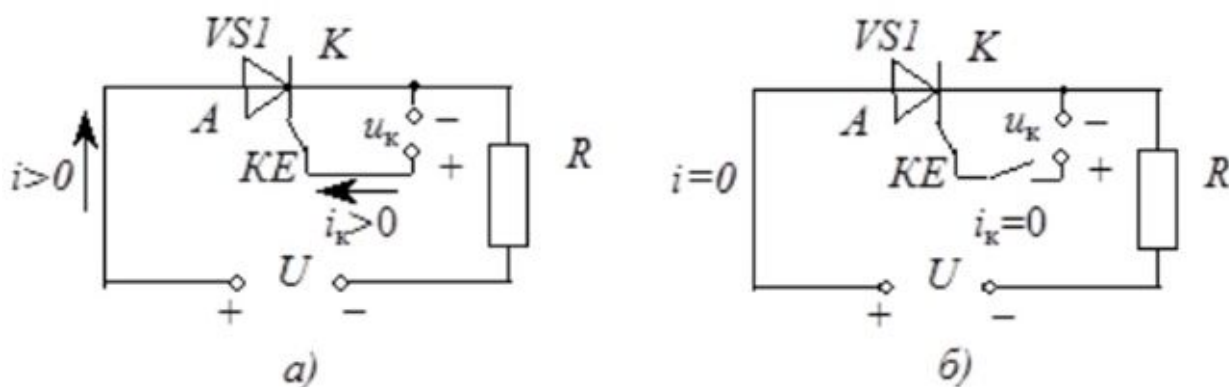

Рисунок 15.12 – Два стани тиристора (а – відкритий та б – закритий)
- 2) в колі між керуючим електродом та катодом протікав струм керування i_k , в напрямку як показано на рис. 15.12,а.
Для протікання струму керування використовують додаткове джерело напруги керування u_k . Величина струму керування набагато менша, ніж струм між анодом та катодом (тобто силового струму). Якщо коло керуючого електрода розімкнути (як на рис. 15.12,б), струм керування буде відсутній, і тиристор не відкриється. Графічне позначення тиристора подібне до позначення діода, проте